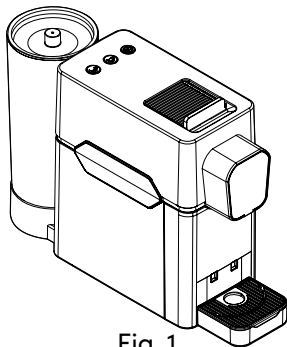

Fig. 1
- Chiudere completamente la copertura scorrevole (Fig.1).
- Chiudere la copertura scorrevole (Fig.1).